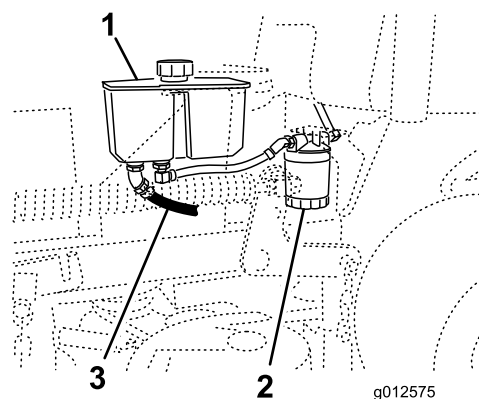

Figura 71
4. Localice el manguito hidráulico delantero, debajo del depósito de aceite, y coloque un recipiente debajo del depósito (Figura 71).